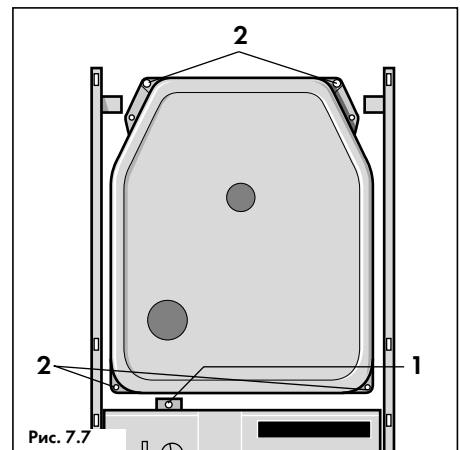
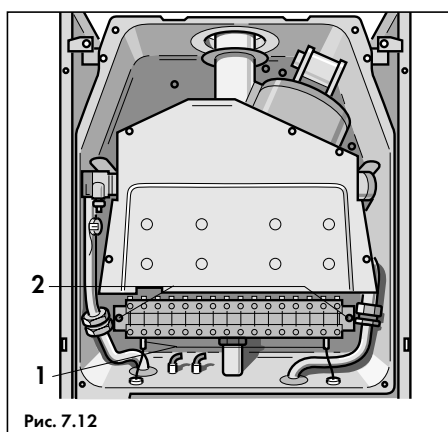

Рис. 7.7
Рис. 7.12
- Выкрутить винты (2, рис. 7.7) и снять переднюю стенку турбо-камеры со смотровым окошком. Отсоединить кабели от электродов розжига и ионизационного контроля (1, рис. 7.12);
- Выкрутить 2 винта (2, рис. 7.12) и вытащить горелку вместе с отсоединенными от кабелей электродами розжига и ионизационного контроля из турбо-камеры;
- Установить горелку вместе с отсоединенными от кабелей электродами розжига и ионизационного контроля (1, рис. 7.12) в турбо-камеру, закрепив ее двумя винтами (2, рис. 7.12);
- Присоединить кабели от электродов розжига и ионизационного контроля (1, рис. 7.12). Навесить переднюю крышку турбо-камеры на проушины и закрепить ее винтами (2, рис. 7.7). Убедиться в качественном уплотнении крышки турбо-камеры;
- Поднять панель управления и закрепить ее винтом (1, рис. 7.7);